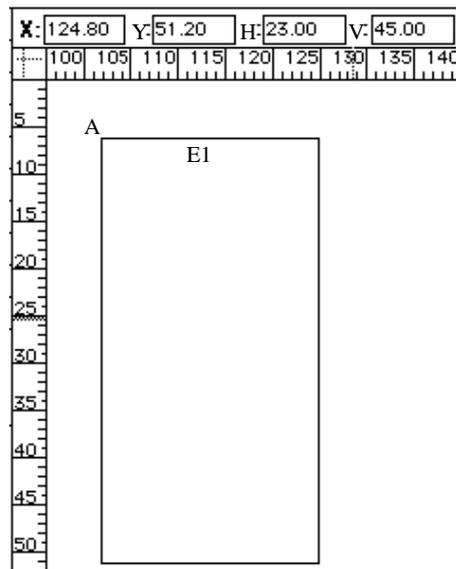

Figura 2-6.
4. Seleccione la caja de entrada de Distancia Vertical "V" e ingrese el valor 45. (Figura 2-6).